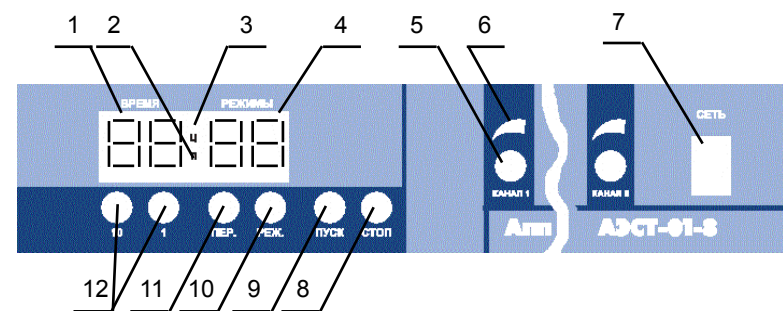

Рис. 3 Передняя панель аппарата АЗСТ-01
4.3. На передней панели электронного блока (рис.3) расположены следующие элементы управления и индикации: